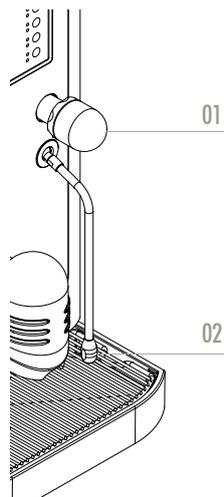

Figure 4
1. Ouvrir brièvement le robinet à vapeur (fig. 4, rep. 01) pour purger l'eau de condensation puis refermer.
2. Maintenir l'orifice de distribution vapeur (fig. 4, rep. 02) dans le lait qui doit être réchauffé, ouvrir le robinet à vapeur jusqu'à ce que la température désirée soit atteinte.